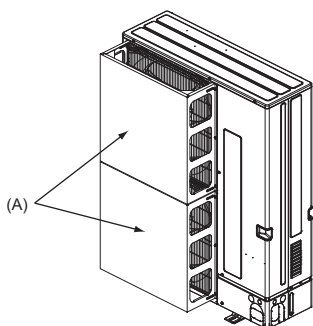

Fig. 2-4
- (2) Installez un guide de protection d'air si l'appareil est installé à un endroit où des vents violents, en cas de typhon par exemple, risquent de souffler directement dans la sortie d'air. (Fig. 2-4)